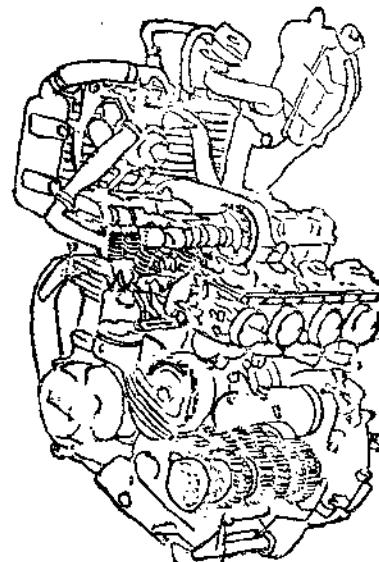

图1 雅马哈
① 冷却系统有水冷化的倾向，与风冷式不同之处是在车体上安装散热器和水箱。水冷式效果好，可减少发动机的热变形，还可省去气缸上的散热片，加之曲轴箱壁还可以进一步减薄，因此实现小型轻量化是切实可行的(图1)。